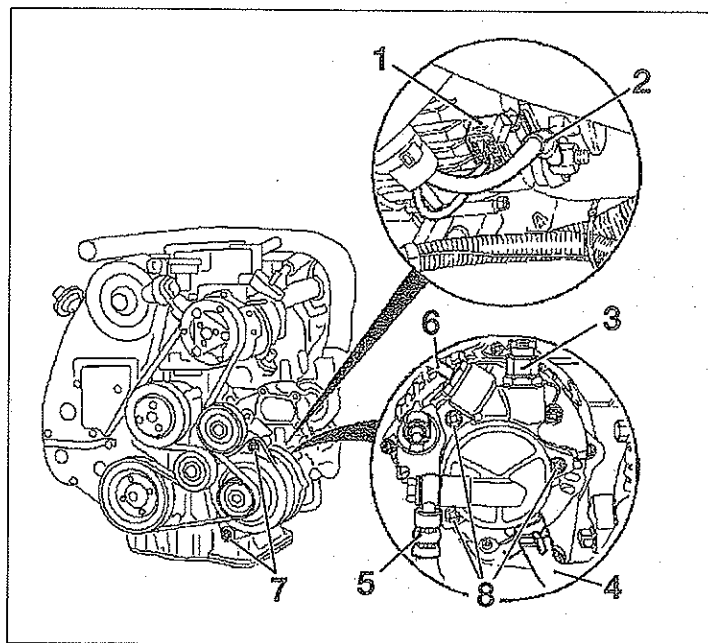

FIG. 22
- Sacar el conector del alternador (1) y el cable (2) (fig. 22).
- Desmontar la tubería de la electroválvula de depresión (6).
- la tubería de depresión de la bomba de vacío (3).